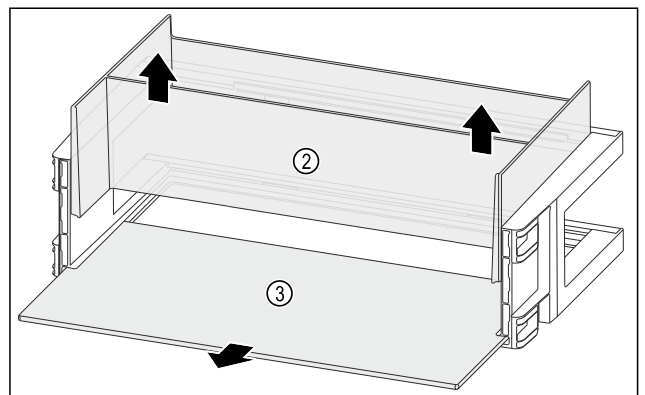

Fig. 91
- ▶ Organizer Fig. 91 (2) nach oben entnehmen.
- ▶ Abstellfläche Fig. 91 (3) entnehmen.